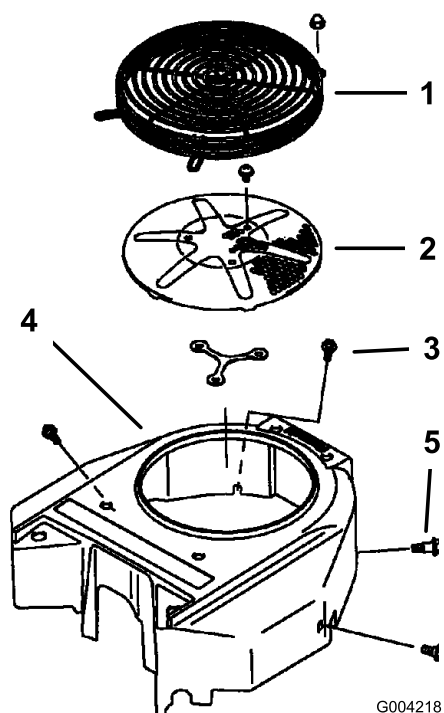

Figura 59
Prima dell'uso, eliminate erba, morchia ed altri detriti accumulatisi sulla griglia del motore. In questo modo garantirete un'adeguata ventilazione e una corretta velocità del motore e ridurrete la possibilità di surriscaldamento e danni meccanici al motore (Figura 59).
3. Rimuovete la griglia della presa d'aria, l'avviatore autoavvolgente e la sede della ventola (Figura 59).
5. Installate la griglia della presa d'aria, l'avviatore autoavvolgente e la sede della ventola (Figura 59).